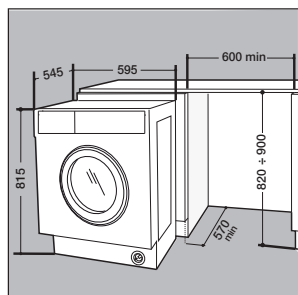

Рис. 6
- Вставьте машину в проем, совместив ее со шкафом (рис. 6).